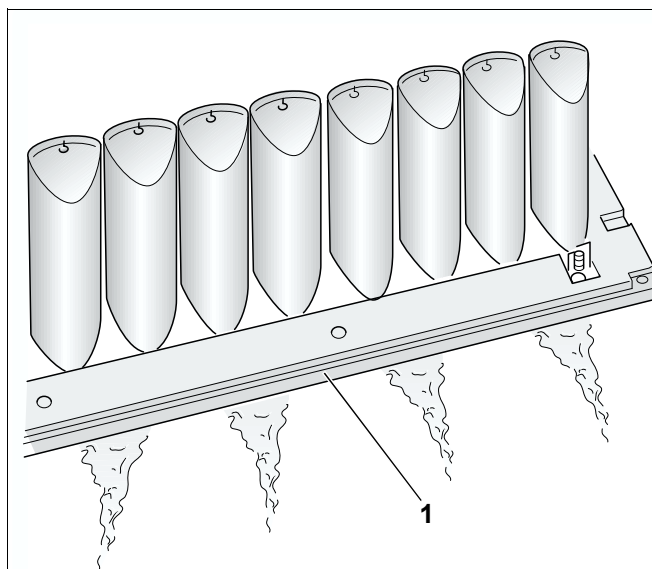

Рис. 22 Переворачивание газовой горелки
Следите за тем, чтобы не намочить теплоизоляцию на щитке горелки (рис. 22, поз. 1).
- Перевернуть газовую горелку и установить отверстиями в стержнях вниз, чтобы дать вытечь воде (рис. 22).